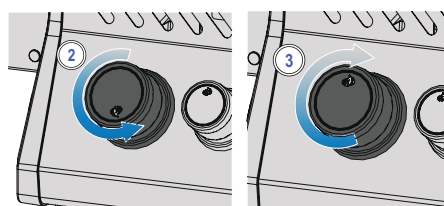

Fig. 1
3. Si el piloto y el quemador no encienden en 5 segundos, regrese la perilla a la posición de apagado al girar en sentido de las manecillas del reloj. Espere 5 minutos o hasta que el gas se haya disipado. Repita los pasos 2 y 3. Si aún no funciona, encienda con un fósforo. (Fig. 1)